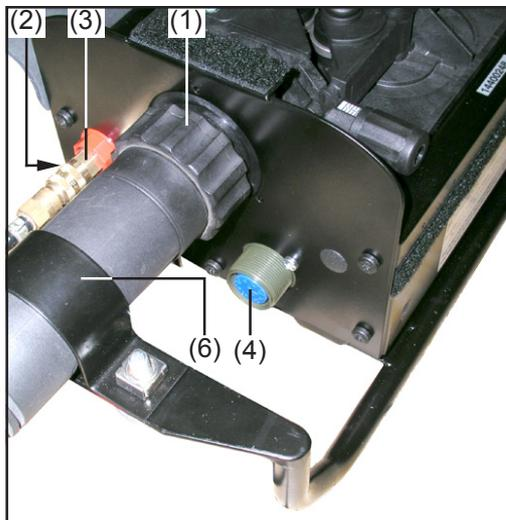

Fig.8 VR 143-2Z Yard : raccorder la torche (JobMaster, Up/Down)
- 5b. Torche de soudage Up/down ou JobMaster (fig. 8) : raccorder le connecteur LocalNet de la torche à la prise de connexion LocalNet (4)
6. Fixer le faisceau de liaison à l'aide d'un collier de serrage (6)